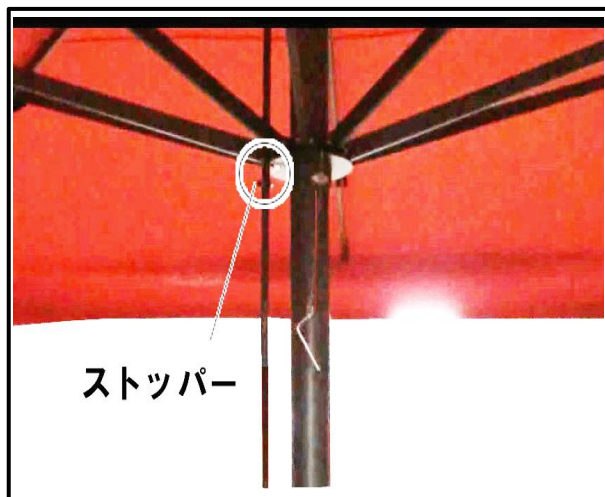

図.13
- ① 支柱上部の円盤状の鉄板のくぼみに、操作棒の突起部を引っ掛けて固定します。(図.13)